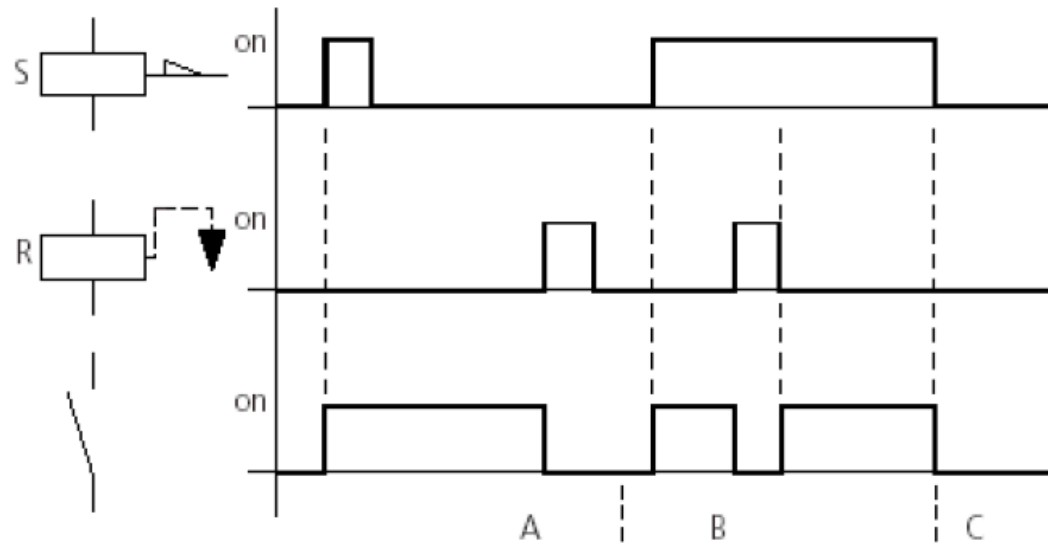

Fig.7.9 Schema activă »setare«, »resetare«
Aceste funcții sunt utilizate în mod normal în pereche. Dacă bobina (A) este setată, Fig.7.9, releul se declanșează și rămâne în această stare, până când este resetat cu funcția bobinei »resetare« (B). Alimentarea cu tensiune este dezactivată (C), bobina nu mai funcționează ca remanentă.